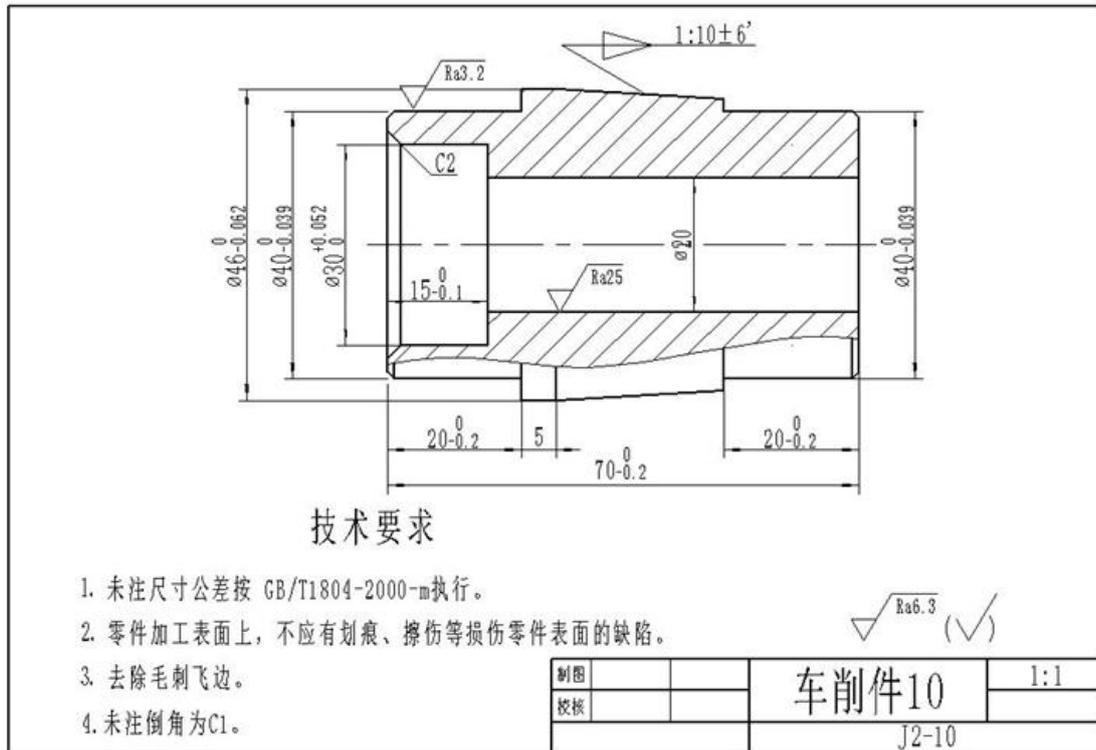

图2.10 车削件 10
(1) 任务描述：试在 CA6140 车床上加工如图 2.10 工件，所提供工件毛坯规格：